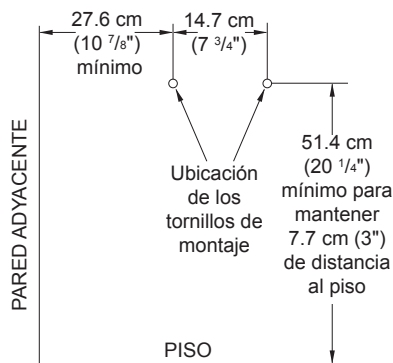

Figura 5 - Ubicación de los tornillos de montaje
⚠ ADVERTENCIA: mantenga las distancias mínimas que se muestran en la figura 5. Si puede, proporcione distancias mínimas mayores con respecto al piso y la pared de unión.
2. Marque en la pared la ubicación de los dos tornillos de montaje (consulte la figura 5).